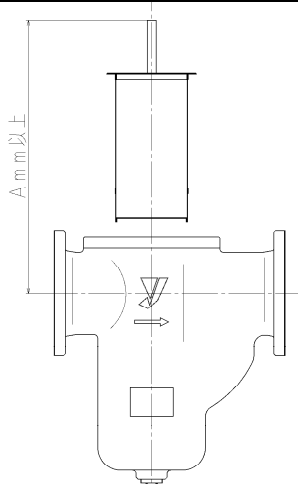
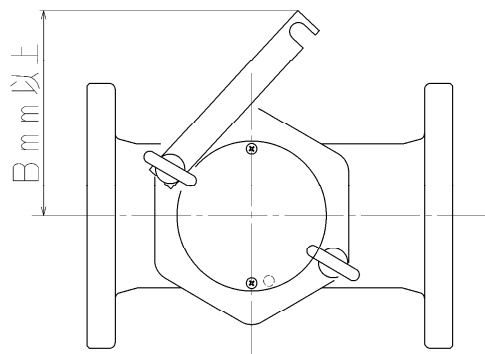

図5 上方向のスクリーン取外しスペース
図6 横方向のスクリーン取外しスペース
- (3) 製品の取付けに際しては、保守・点検(スクリーンの掃除)のためのスペースが必要ですので、図5及び図6に示すスペースを確保してください。